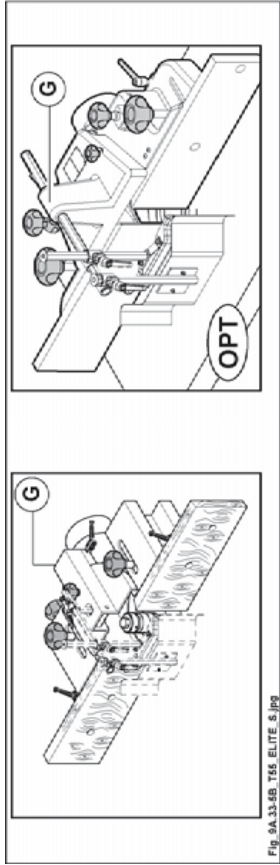

Abb. 9.33-5B
- Die Haube (G Abb. 9.33-5B) einbauen;